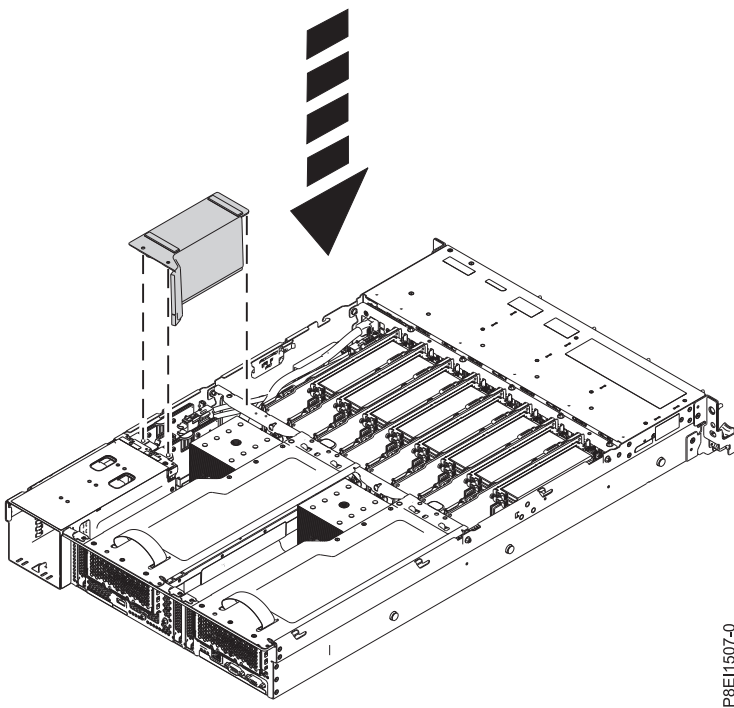

Figure 17. Installation du déflecteur d'air du connecteur de bus d'alimentation
4. Installez le déflecteur d'air du connecteur de bus d'alimentation. Voir figure 17. Assurez-vous que les trous du déflecteur d'air sont alignés sur les broches du système.